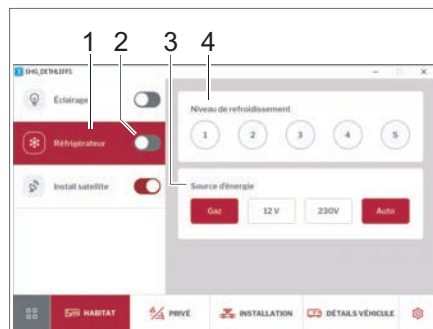

Fig. 257 Réfrigérateur
- Activer ou désactiver le réfrigérateur à l'aide de l'interrupteur coulissant (Fig. 257,2).
- Appuyer sur la touche *Réfrigérateur* (Fig. 257,1). Dans le bandeau de commande, il est possible de régler le niveau de refroidissement (Fig. 257,4) et la source d'énergie (Fig. 257,3).